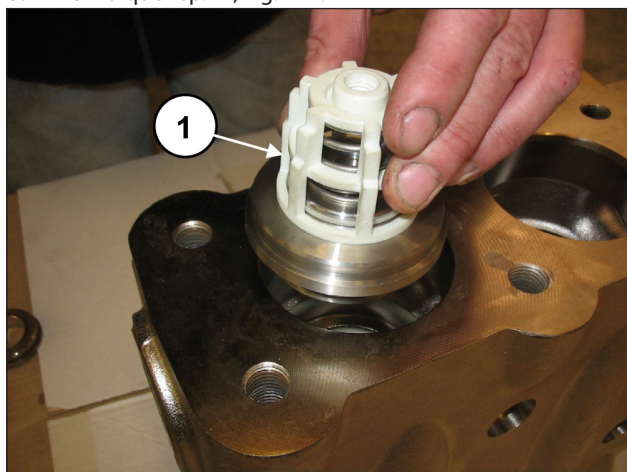
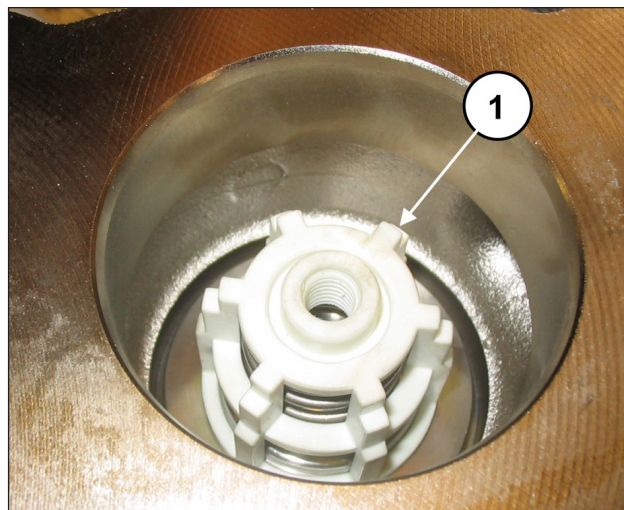

Fig. 120
Fig. 121
Placer le groupe soupape de refoulement (rep. ①, Fig. 120). Engager à fond le groupe soupape qui devra être positionné comme indiqué rep. ①, Fig. 121.